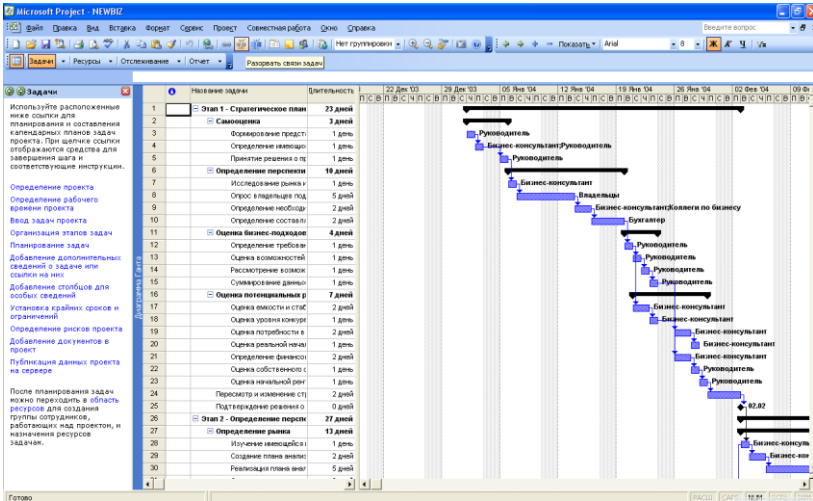

Рис. 99. Приклад шаблону проекту *Новое предприятие*
– *View (Bud) – Gantt Diagram (Діаграма Ганта)* (рис. 99).